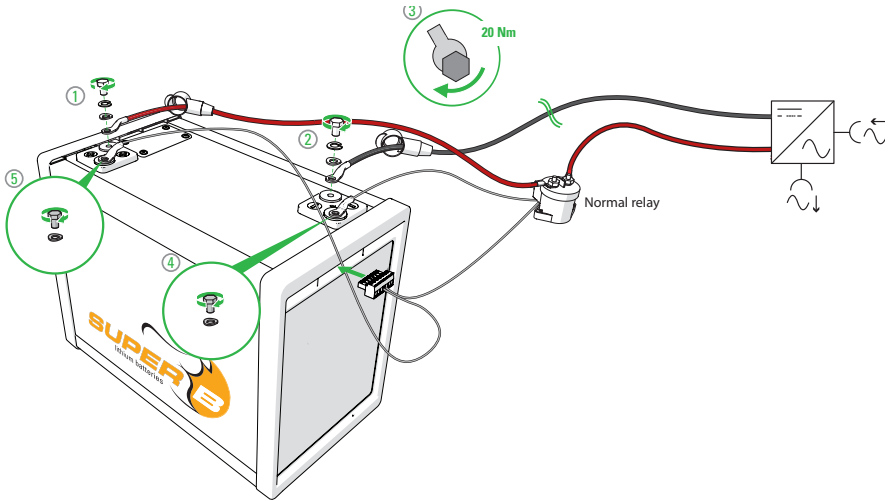

Figure 11. Anschluss der Batterie an die Last.
2. Verbinden Sie den Pol der Batterie mit dem Pol des Relais (siehe Abbildung 11):